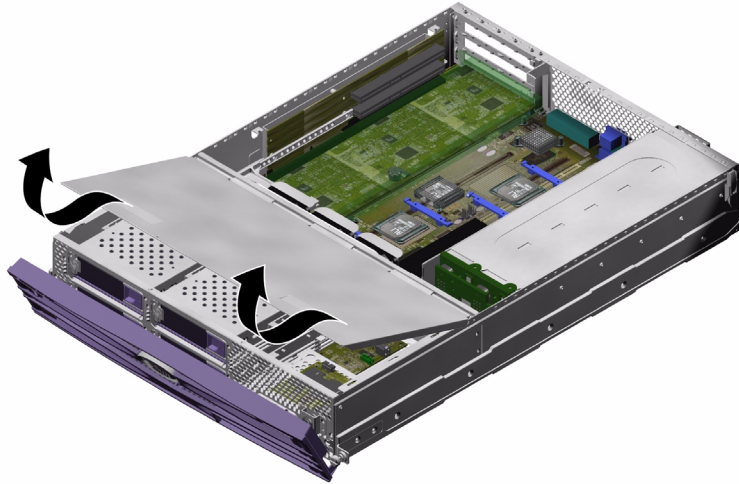

ABBILDUNG 1-3 Abnehmen des vorderen Teils der Gehäuseabdeckung
4. Heben Sie den vorderen Teil der Abdeckung nach oben ab (siehe ABBILDUNG 1-3).